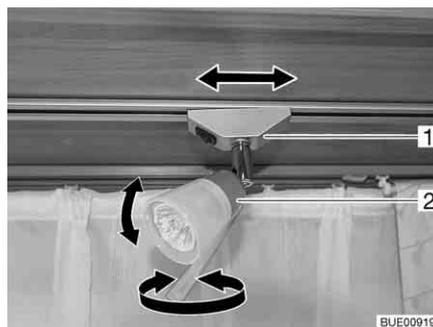

Fig. 65 Spot
Tourner : ■ Saisir le boîtier (Fig. 65,2) et le tourner.
Faire coulisser : ■ Attraper le support (Fig. 65,1) le faire pivoter d'environ 45°.
- Attraper le support (Fig. 65,1) et le faire pivoter d'environ 90°.